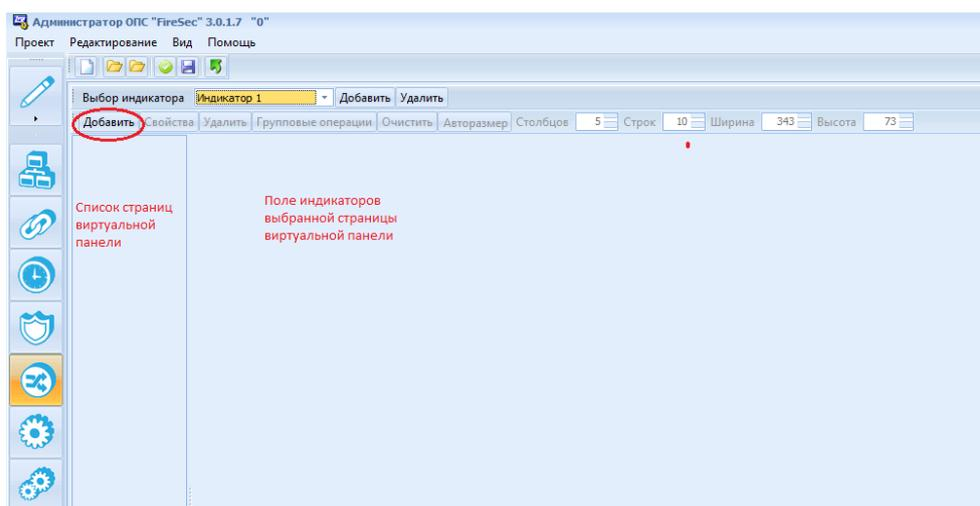

Рисунок 10.3 Добавление новой страницы индикатора
- 2) Для добавления новой страницы виртуальной панели необходимо нажать кнопку **Добавить** панели инструментов в левом верхнем углу окна (Рисунок 10.3);